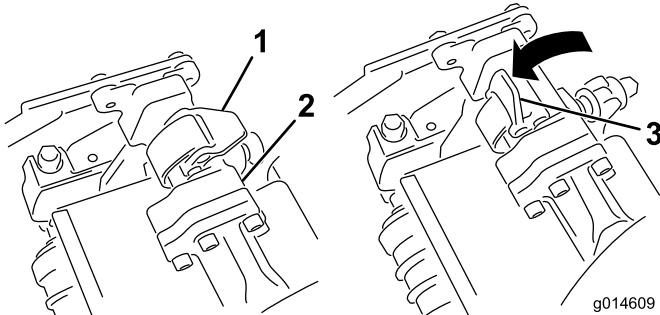
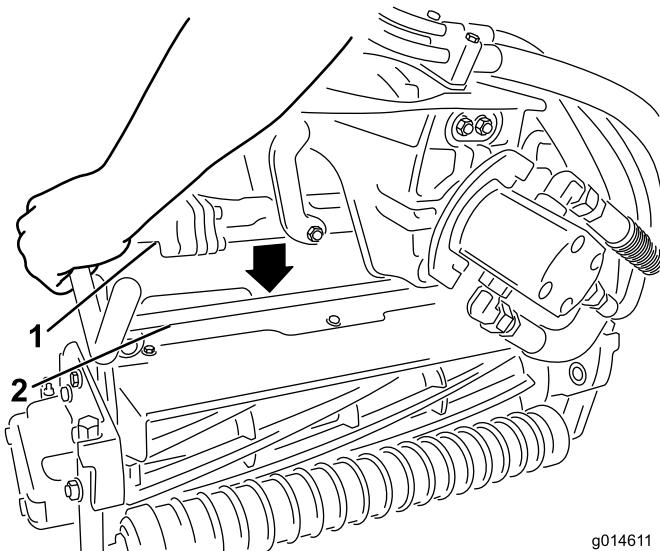

Figura 33
Figura 34
3. Con los enganches del brazo de suspensión orientados hacia arriba (es decir, abiertos) (Figura 33), empuje hacia abajo el brazo de suspensión de modo que la barra encaje en la barra situada en la parte superior de la unidad de corte (Figura 34).
4. Presione los enganches hacia abajo alrededor de la barra de la unidad de corte y bloquéelas (Figura 33).
- Abra los enganches de la barra del brazo de suspensión de la unidad de corte que está retirando (Figura 33).